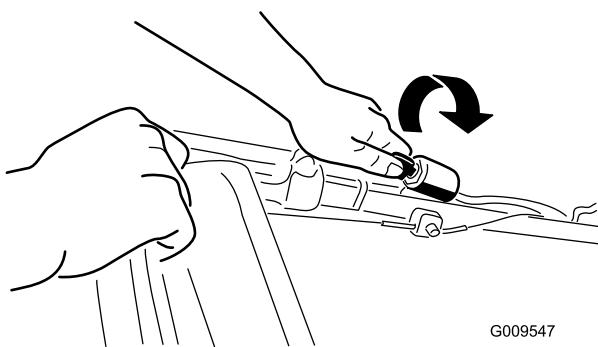
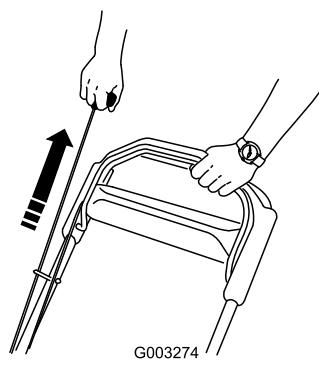

Figura 14
Figura 15
2. Gire la llave de contacto (Figura 14) o tire del arrancador de retroceso (Figura 15).
**Nota:** Cuando tire del arrancador de retroceso, debe tirar suavemente hasta que note resistencia; luego tire con fuerza (Figura 15). Deje que la cuerda vuelva lentamente al manillar.